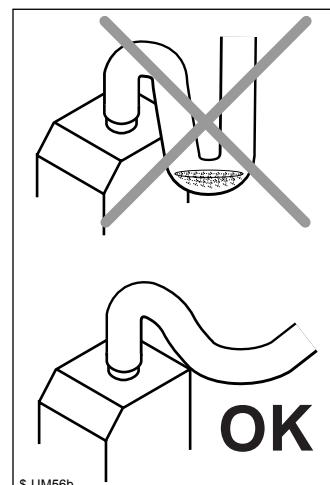

Fig. 4.9b
**AVVERTENZE: Verificare che i tubi di collegamento all'aspirazione non facciano curve troppo strette per non creare, in quel punto, accumulo di trucioli (vedi fig. 4.9b)**